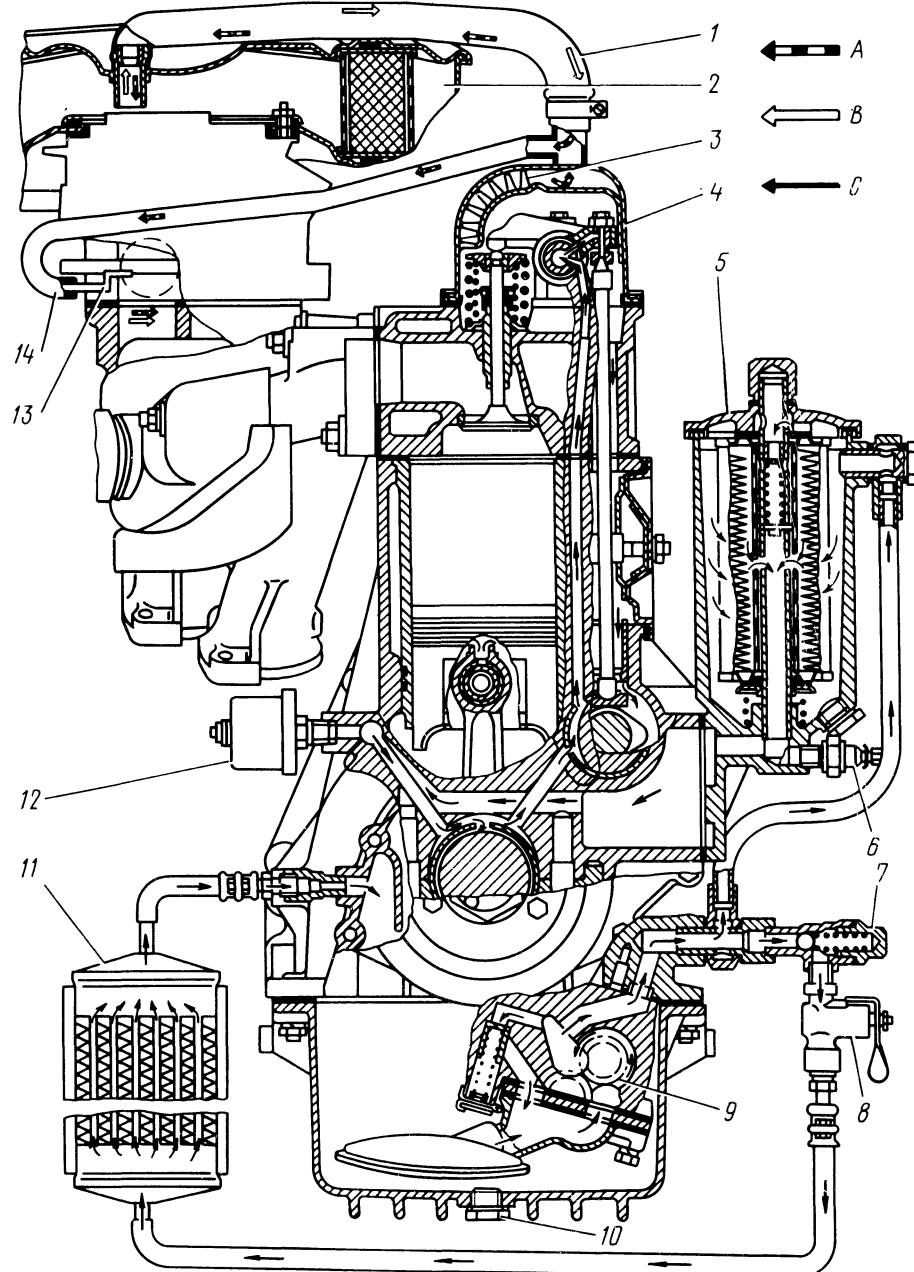

Рис. 13. Системы смазки и вентиляции картера двигателя:
**Система смазки двигателя** (рис. 13) — комбинированная: под давлением и разбрызгиванием. Система смазки состоит из масляного насоса с маслоприемником, масляных каналов, масляного фильтра редукционного клапана, масляного картера, стержневого указателя уровня масла, крышки
Вентиляция картера двигателя (см. рис. 13) — закрытая, принудительная, действующая за счет разрежения во впускной трубе и в воздушном фильтре. При работе двигателя на холостом ходу и на частичных нагрузках газы из картера отсасываются во впускную трубу, на полных нагрузках — в воздушный фильтр и впускную трубу.